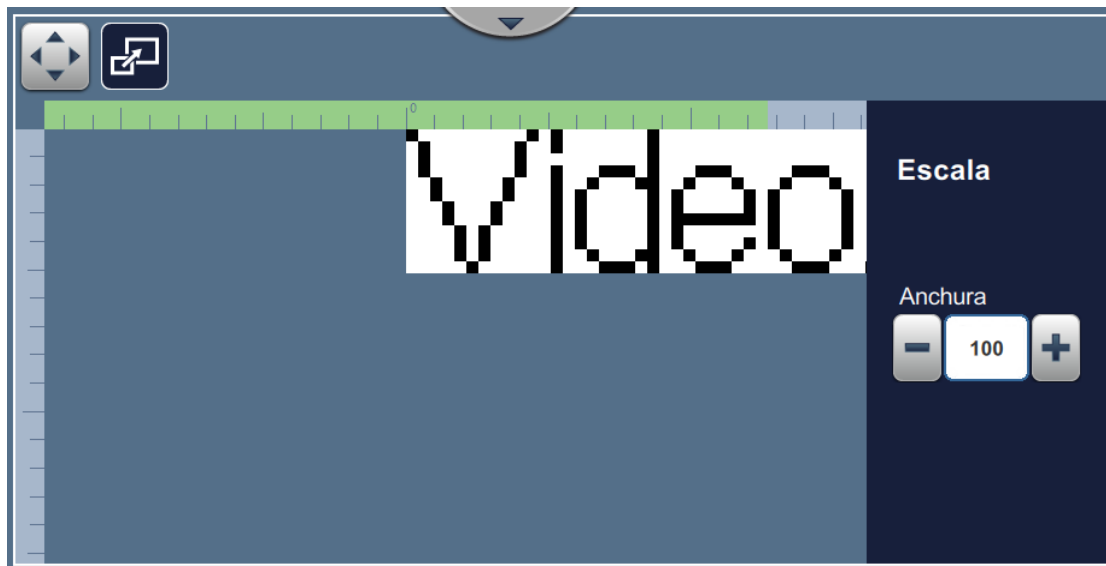

Figura 4-10: Adjust\_Scale
1. Pulse el botón  y el valor del divisor de escala actual aparecerá como se muestra en la Figura 4-10.